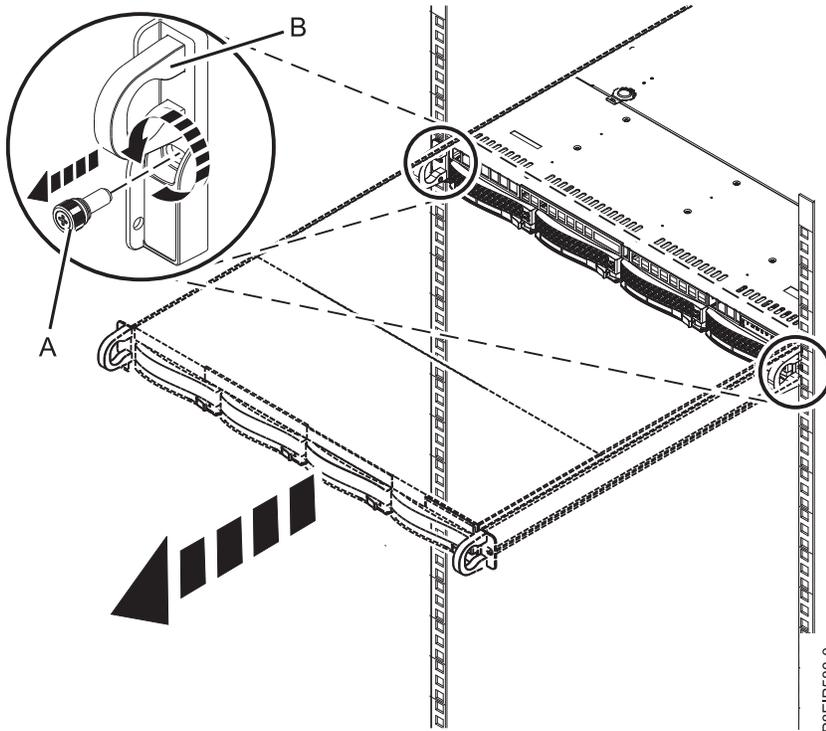

Abbildung 84. Vordere Schrauben entfernen und System aus dem Rack ausbauen
2. Entfernen Sie die vorderen Schrauben, mit denen das System an den Seiten am Rack befestigt ist (siehe Abb. 84).